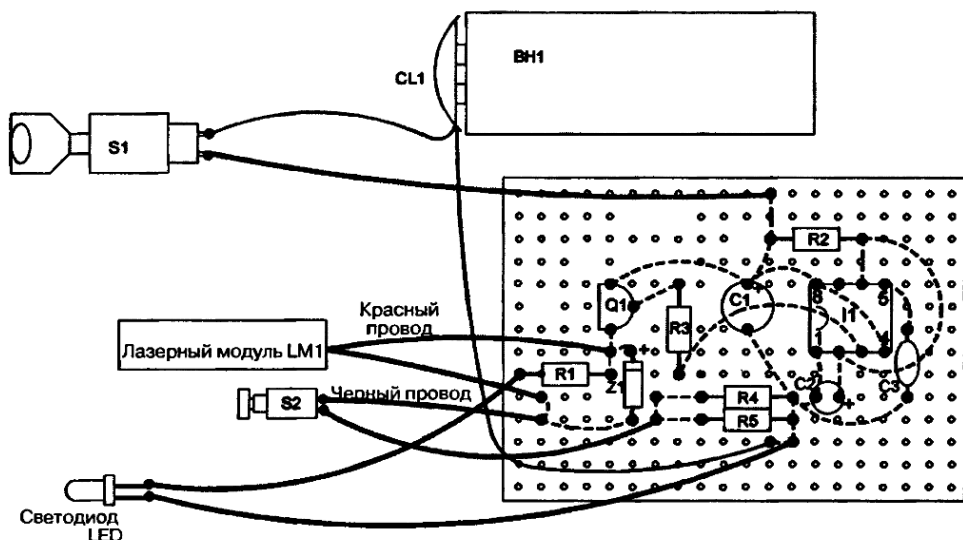

Рис. 11.3. Соединения платы для внешних подключений
2. Вставьте компоненты в макетную плату с перфорацией металлизированных отверстий, начав с левой стороны платы, и разместите их так, как показано на рис. 11.3, используя отверстия для ориентировки. Используйте выводы компонентов по мере соединений по схеме. Соединения показаны пунктирной линией и припаиваются с тыльной стороны платы. Рекомендуется до начала пайки примерить крупные детали.
3. Нарезьте, зачистите и облудите провода длиной 10 см для подключения S1 и светодиода LED. Выполните соединения этих компонентов, а также CL1 и LM1 (см. рис. 11.3). Обратите внимание на полярность лазерного модуля по цвету выводов. Красный вывод – положительный, черный – отрицательный.